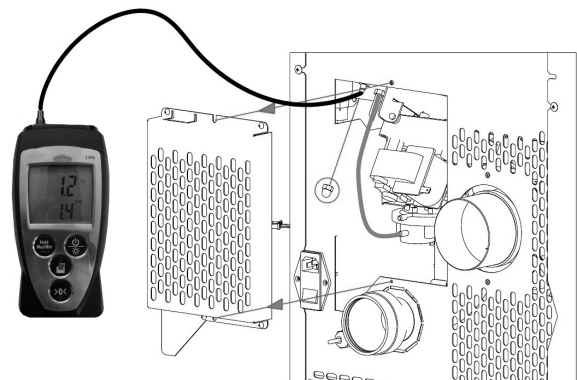

Fig. 26 - Anschluss des Digitaldruckwächters
- Über einen kleinen Schlauch einen Digitaldruckwächter zum Messen des Unterdrucks anschließen (siehe **Fig. 26**).